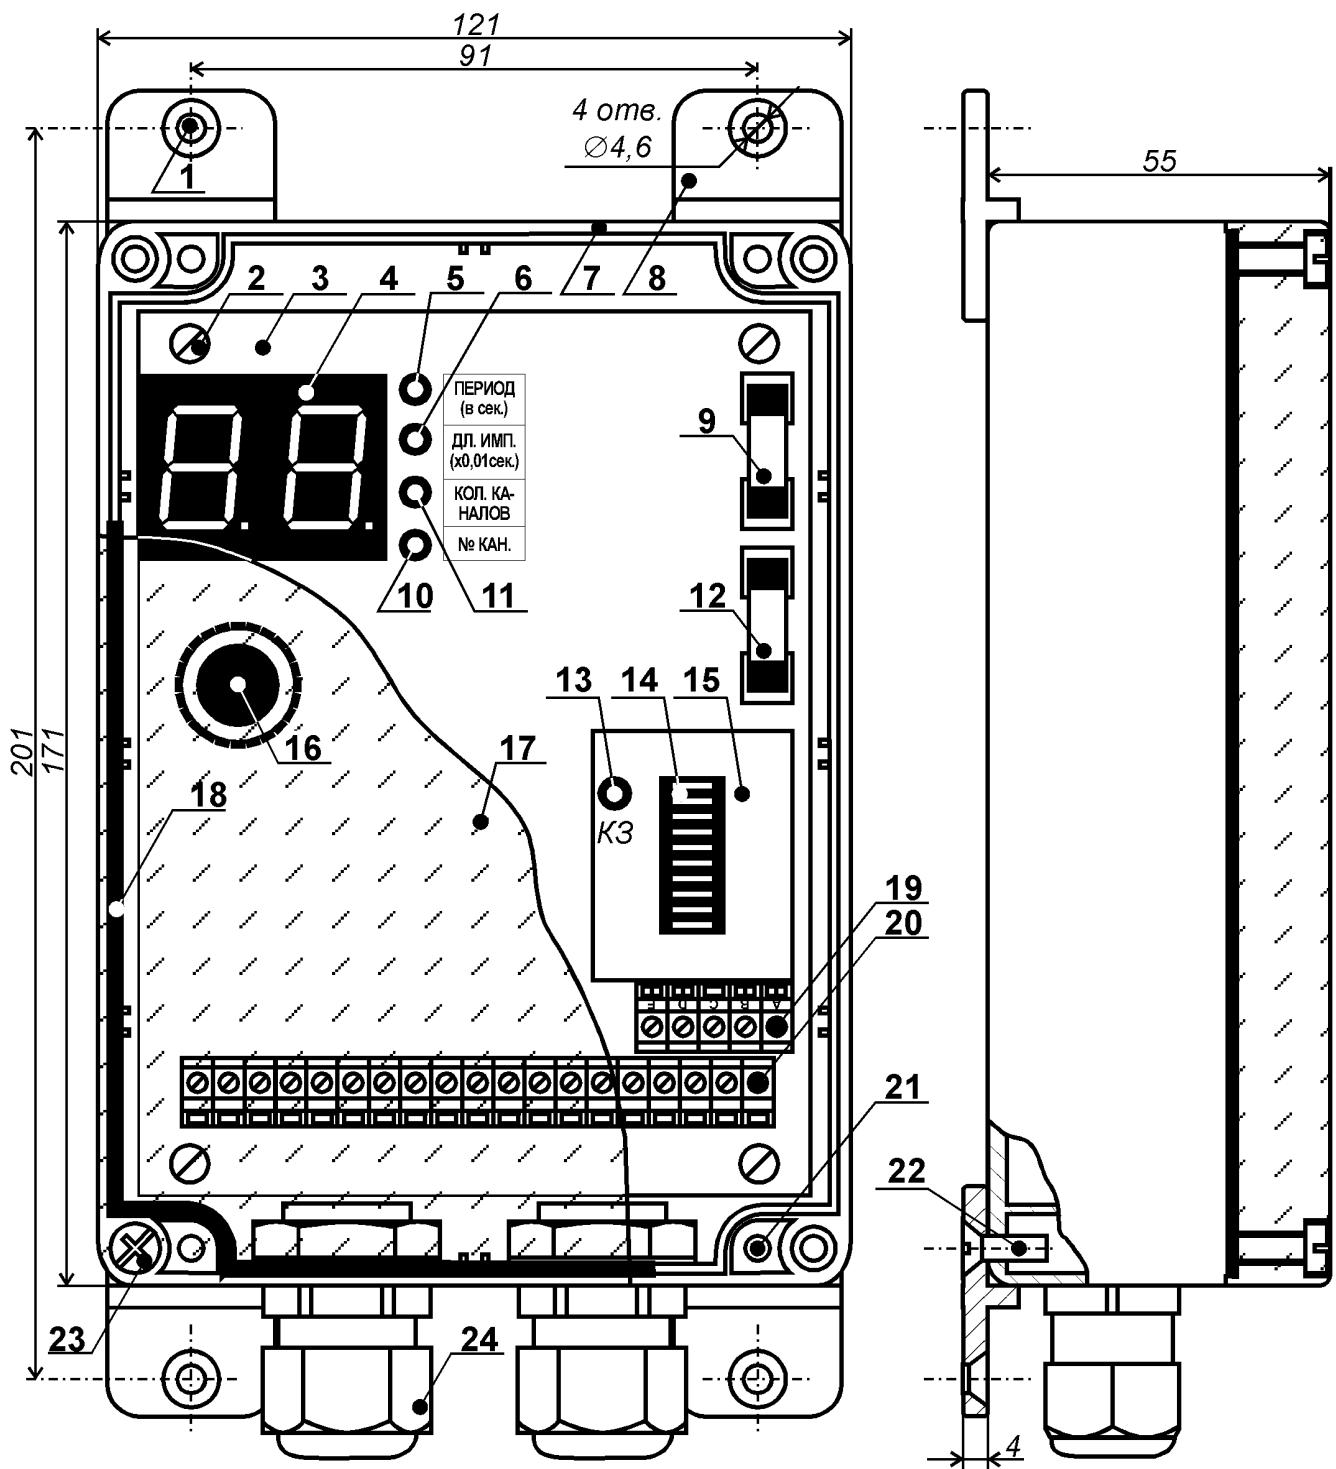

Рис. 1. Конструкция блока А-01.
Конструкция блока показана на рис. 1. Электрическая схема блока собрана на печатной плате [поз. 3], которая саморезами [поз. 2] закреплена в корпусе [поз. 7].
7.1. Перед монтажом блока необходимо установить на него кабельные сальники и крепёжные элементы, входящие в комплект поставки (см. рис. 1). Кабельные сальники вставляются в подготовленные отверстия на нижней стенке блока и изнутри закрепляются пластиковыми гайками, которые должны быть затянуты до упора. Затяжка гаек производится рукой, без применения специального инструмента.
Четыре крепёжные пластины [поз. 8 на рис. 1] устанавливаются снаружи и притягиваются к корпусу блока специальными винтами [поз. 22 на рис. 1]. Винты вворачиваются в отверстия [поз. 21 на рис. 1] на пластиковом дне корпуса с помощью отвёртки. Момент затяжки винтов должен обеспечивать надёжную фиксацию крепёжных пластин и не допускать их разрушения.
7.2. Блок устанавливается на стену (колонну) и должен быть надежно закреплён. Монтаж блока ведется с помощью винтов M4 или саморезов диаметром до 4,5 мм, вставляемых в четыре крепёжные отверстия [поз. 1 на рис. 1].
В процессе работы, когда индикаторы [поз. 5, 6, 11 и 10 на рис. 1] не горят, на цифровом табло [поз. 4 на рис. 1] отображается номер канала (выходной клеммы блока), в который будет выдан очередной импульс управления ЭПК.
8.2. Для того, чтобы изменить параметры управляющих сигналов, следует нажать на энкодер [поз. 16 на рис. 1]. При каждом нажатии последовательно включается один из светодиодов [поз. 5, 6, 11 и 10 на рис. 1], указывая на то, какой из параметров может быть изменён. Текущее значение параметра отображается на цифровом табло [поз. 4 на рис. 1]. Увеличение введённого значения осуществляется поворотом энкодера по часовой стрелке, а уменьшение - против.
8.3. При первом нажатии на энкодер загорается индикатор «ПЕРИОД» [поз. 5 на рис. 1] и на цифровом табло отображается текущий период повторения управляющих импульсов (в секундах). При вращении энкодера значение на табло меняется от 1 до 99 секунд с шагом в 1 секунду.
При следующем нажатии на энкодер загорается индикатор «ДЛ. ИМП.» [поз. 6 на рис. 1] и на цифровом табло отображается текущая продолжительность управляющих импульсов (в сотых долях секунды). При вращении энкодера значение на табло меняется от 3 до 50 с шагом 1, что соответствует длительности импульса от 0,03 до 0,5 секунд с шагом в 0,01 секунды.
При очередном нажатии на энкодер загорается индикатор «КОЛ. КАНАЛОВ» [поз. 11 на рис. 1] и на цифровое табло выводится число управляемых ЭПК (от 1 до 8 с шагом 1). На тех клеммах блока, номера которых больше значения на цифровом табло, импульсы встрихивания рукавов фильтра-циклона формировать не будут.
8.5. Если нажать на энкодер в момент, когда горит индикатор «КОЛ. КАНАЛОВ», то блок переходит в режим, предназначенный для диагностики неисправностей в катушках ЭПК. При этом загорается индикатор «№ КАН.» [поз. 10 на рис. 1] и управляющие импульсы выдаются только на одну выходную клемму. Её номер отображается на цифровом табло. Вращением энкодера можно выбрать любую из выходных клемм блока (от 1 до 8 с шагом 1) и сравнить между собой токи потребления каждого ЭПК. Это позволяет выявить наличие обрывов, межвитковых или коротких замыканий в их катушках. Для выхода из режима диагностики требуется нажать на энкодер, после чего управляющие импульсы вновь будут распределяться по заданному количеству каналов.